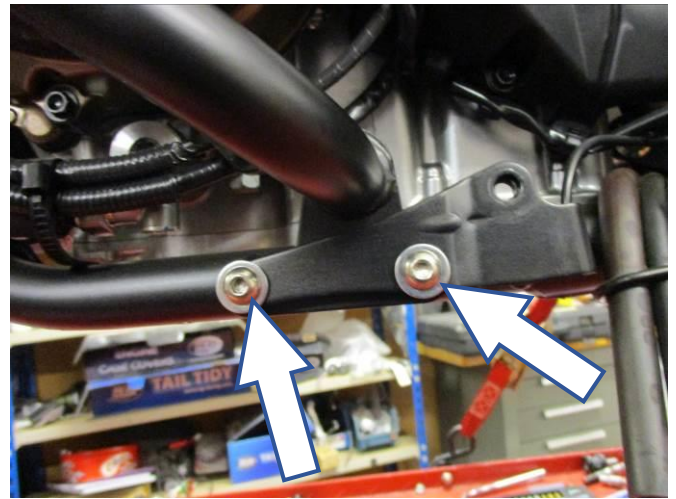

Abbildung 8
- Die untere Halterung sichern wie in **Abbildung 8** abgebildet mit den zwei M8 Schrauben und Unterlegscheiben (**Artikel 2 und 3**) - zu diesem Zeitpunkt nicht festziehen.